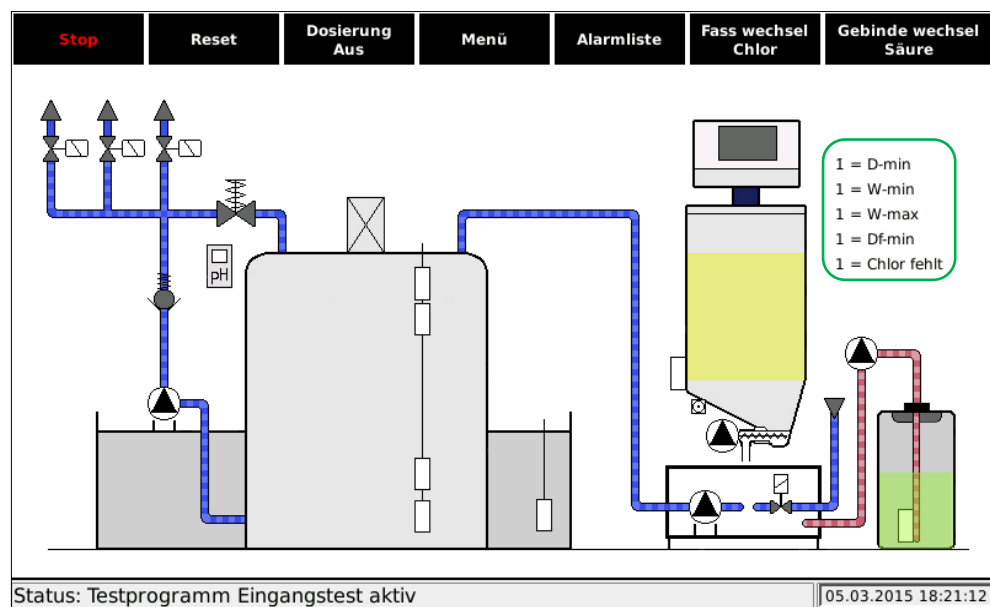

Abbildung 48, Eingangstest
- **Eingangstest** : Der Schaltzustand der 5 Überwachungsschalter in der Spülwanne und in der Förderanlage wird im Fließschema am Display angezeigt. In der *Abbildung 48*, *Eingangstest* sind die Werte grün eingerahmt. Es werden außerdem alle im Moment anstehenden Fehlermeldungen angezeigt!